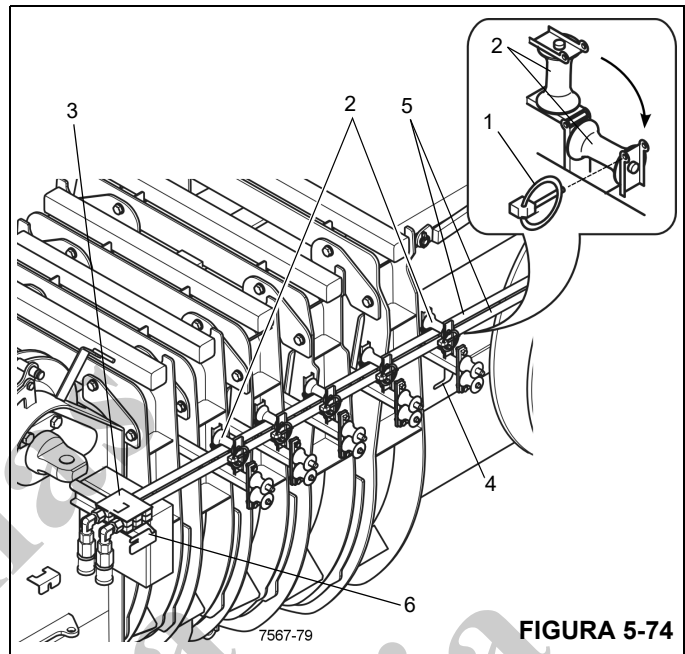

FIGURA 5-74
2. Remova os pinos articulados (1, Figura 5-74) e dobre as polias guias (2).
3. Retire o alívio de tensão (3) do suporte de montagem da lança principal (4) e puxe as mangueiras hidráulicas (5) em direção à extremidade da lança.
4. Enganche o alívio de tensão no suporte de montagem da extremidade da lança (6).
5. Dobre para baixo as polias guia (2) e as prenda com os pinos articulados (1).